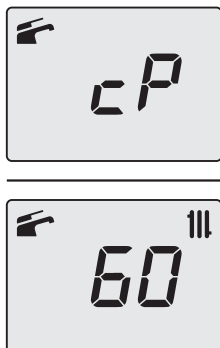

Figura 9.25
- Pulsando el botón 15 (Figura 9.20) se puede modificar la potencia en modalidad deshollinador: el display LCD muestra las letras **cP** alternadas con el valor de temperatura del agua de calefacción (ej. **60**); estamos en la "función deshollinador" a la potencia máxima en calefacción (Figura 9.25).